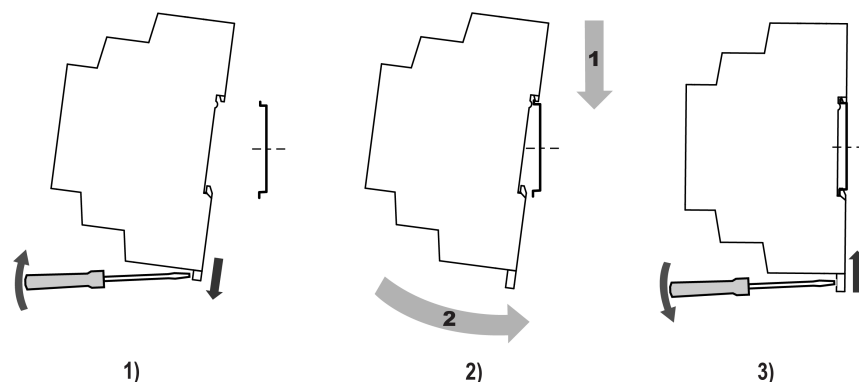

Рисунок 7.4 – Установка прибора
2. Установить модуль на DIN-рейку в соответствии с в направлении стрелки 1 (рисунок 7.4, 2);
3. Вставив отвертку в проушину, оттянуть защелку рисунок 7.4, 1).
4. Прижать модуль к DIN-рейке в направлении, показанном стрелкой 2. Зафиксировать защелку (см. рисунок 7.4, 3).